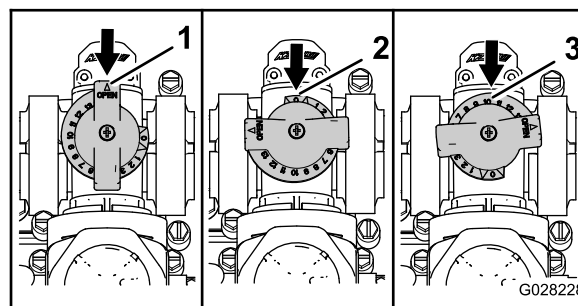

Figura 108
- La Figura 108 muestra la válvula de desvío de la agitación en la posición de ABIERTO.
- La Figura 108 muestra la válvula de desvío de la agitación en la posición de CERRADO (0).
- La válvula de desvío de la agitación está en una posición INTERMEDIA (relativa al manómetro del sistema de fumigación) como se indica en Figura 108.